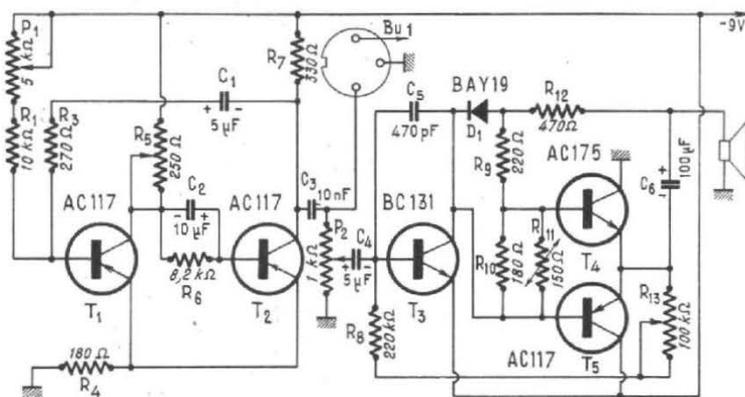

FIG. 1
Le dispositif à réaliser comporte deux sections et notamment (voir le schéma en Fig. 1) les transistors T_1 et T_2 qui constituent le circuit du métronome sous la forme d'un multivibrateur; d'autre part, ce générateur est suivi d'un petit amplificateur équipé d'un étage BF push-pull. L'utilité de ce dernier se comprend étant donné que si l'on a besoin d'une puissance plus forte des tops sonores, on n'a qu'à prélever les impulsions à la sortie du générateur pour les appliquer à un amplificateur de puissance complet.
Examinons le schéma électrique de la figure 1. Le multivibrateur astable utilisé n'a pas d'état stable. Il bascule spontanément, à un certain rythme, entre les deux positions possibles de commutation.
a) **Transistors.** — Le principe de mesure est le suivant : le transistor à vérifier est amené à l'oscillation au moyen d'un circuit Colpitts en montage base à la masse (Fig. 1).
Il est loisible de dimensionner le circuit avec des valeurs différentes que celles du schéma de la figure 1 et de l'adapter à un usage particulier envisagé. C'est du choix des valeurs de C₁ et de C₂ que dépend l'amplitude du signal de réaction produite par l'oscillateur. Ce signal doit être d'une part suffisant pour amorcer les oscillations mais aussi, d'autre part, raisonnable